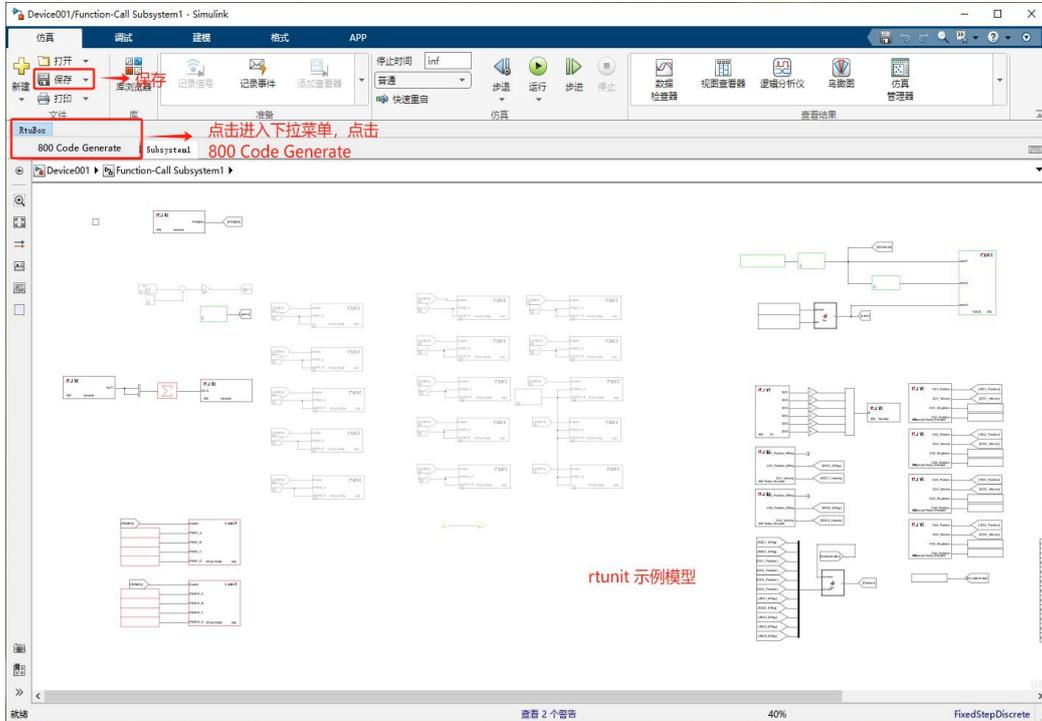

图 4.7 创建 Logic 模型 5
5、在此界面构建模型，如图 4.7 所示。请您参照第 5 章的 Rtunit Toolbox 相关介绍搭建模型。模型搭建完成之后先进行保存，然后单击图 4.7 中 RtuBox 按钮下的 800 Code Generate 生成代码，Logic 模型进入代码生成阶段；